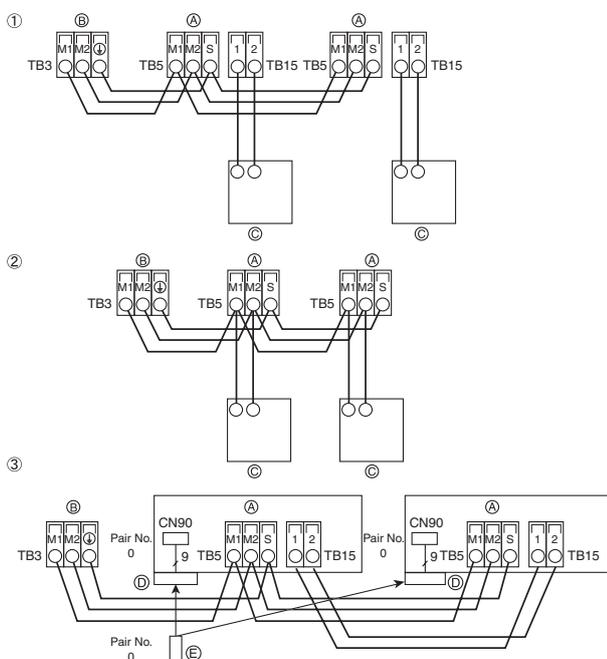

Fig. 4-3
4.2. Подсоединение пульта дистанционного управления, кабелей передачи внутри и снаружи (Fig. 4-3)
- ① Пульт дистанционного управления "МА"
- ② Пульт дистанционного управления "M-NET"